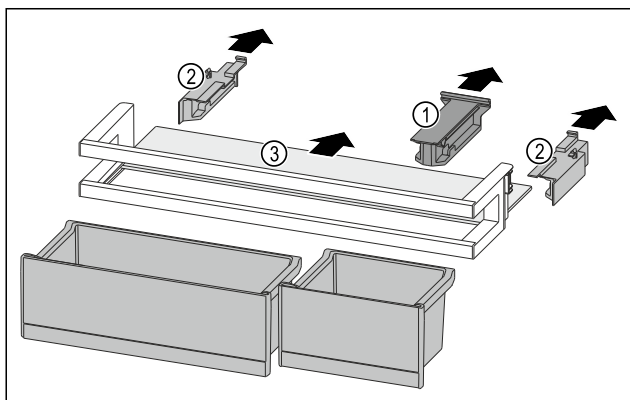

Fig. 119
- Retirer la pièce de retenue Fig. 119 (1).
- Retirer les parties latérales Fig. 119 (2).
- Retirer la tablette de rangement Fig. 119 (3).